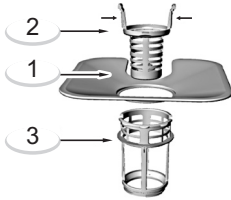

Рис. 19
- Система фильтров (рис. 19) состоит из фильтра грубой очистки, плоского (основного) фильтра и микрофильтра (фильтра тонкой очистки).